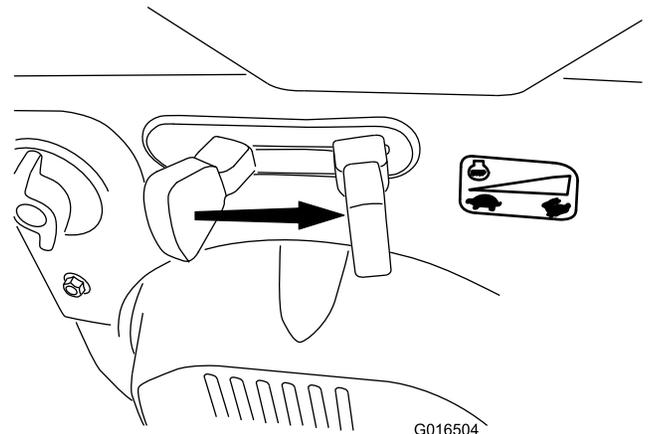

Bild 24
6. Stellen Sie den Gasbedienungshebel auf SCHNELL (Bild 24).